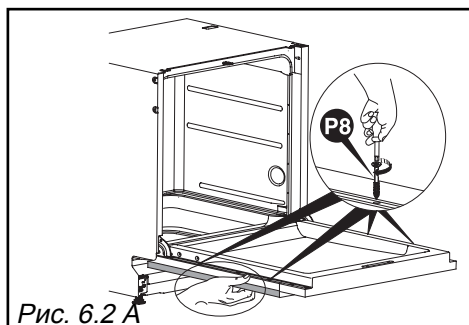

Рис. 6.2 А
- Прижмите деревянную панель к дверце (Рис. 6.2).
- Откройте дверцу посудомоечной машины, плотно прижимая панель к дверце. Отцентрируйте деревянную панель относительно панели управления. При необходимости вставьте 2 винта **P7** и 4 винта **P8** (Рис. 6.2).
- Установите панель дверцы, вставив 2 винта в отверстия дверцы посудомоечной машины (Рис. 6.2А)
- Плотно прижмите деревянную панель к дверце (Рис. 6.2А).
- Откройте дверцу посудомоечной машины, плотно прижимая панель к дверце. При необходимости отцентрируйте деревянную панель относительно панели управления. Вставьте 4 винта **P8** (Рис. 6.2А).